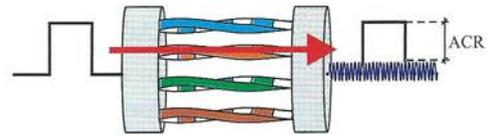

Figura 6.55. ACR.
- **ACR** (*Attenuation to Crosstalk Ratio*). Evalúa la relación entre la señal de entrada y la señal inducida por la diafonía. Este parámetro se parece a una medida de la relación señal/ruido, pero en este caso el ruido es el producido por la señal inducida por diafonía, tal y como se muestra en la Figura 6.55.